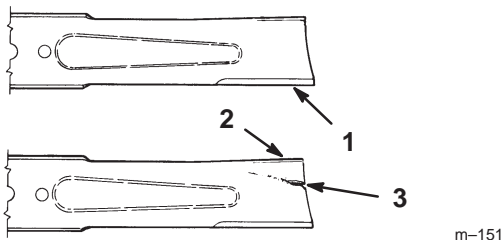

Figure 26
1. Inspectez les tranchants des lames (Fig. 26). Si elles ne sont pas tranchantes ou si elles présentent des indentations, déposez et aiguisiez les lames (voir Aiguisage des lames, page 27).
2. Inspectez les lames, surtout la partie incurvée (Fig. 26). Remplacez immédiatement toute lame endommagée, usée ou qui présente une entaille (repère 3 de la Fig. 26).